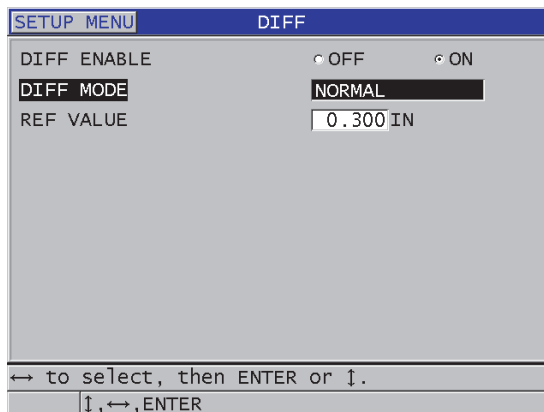

Figura 8-2 Pantalla DIF. (DIFF)
3. En la pantalla **DIF.** (ver Figura 8-2 en la página 139):